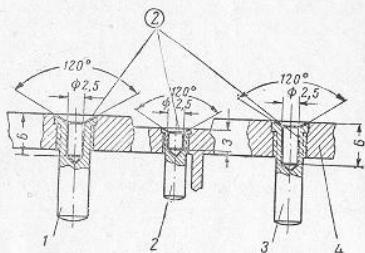

Рис. 54.
2. Если вывинтить оси невозможно, то зачистить наждачным полотном расклепанные торцы головок осей, накернить по центру, просверлить отверстия диаметром 2,5 мм, раззенковать их под углом 120°, не задевая поверхность рамки (рис. 54), и вывинтить оси плоскогубцами.